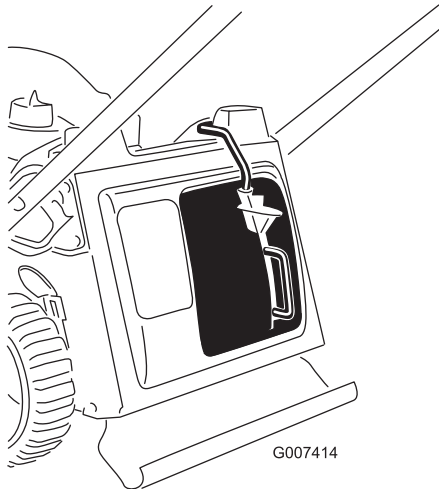

Figure 12
3. Relâchez le bouton sur le levier et vérifiez que le haut du levier est bien au fond du logement du contacteur (Figure 12). **La machine ne pourra pas démarrer si le levier ne se trouve pas dans le logement du contacteur.**